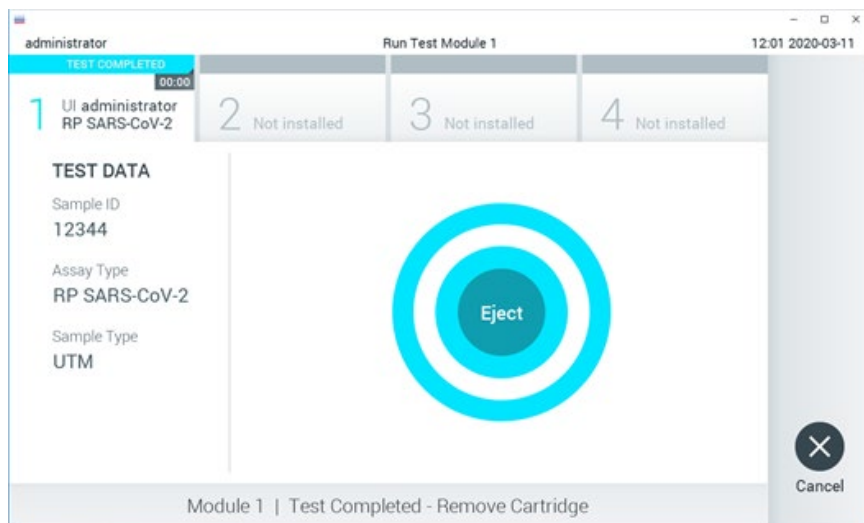

Figure 49. Affichage de l'écran Eject (Éjection).
14. Une fois le test terminé, l'écran Eject (Éjection) apparaît (figure 49) et la barre d'état du module affiche le résultat du test sous l'une des options suivantes :